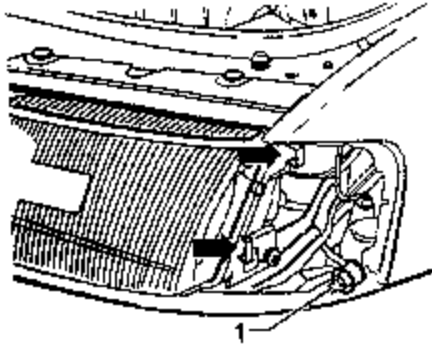

图 11-68 连接插塞
③分开插塞连接。
(2) 前转向信号灯的安裝
①如图 11-68 所示，把插塞连接在一起。
②把灯泡塞到挡泥板凹口中，并把灯的鱼尾板（连接板）插入到前大灯罩的导轨中。使转向信号灯的搭攀位于大灯灯罩内的导套内。